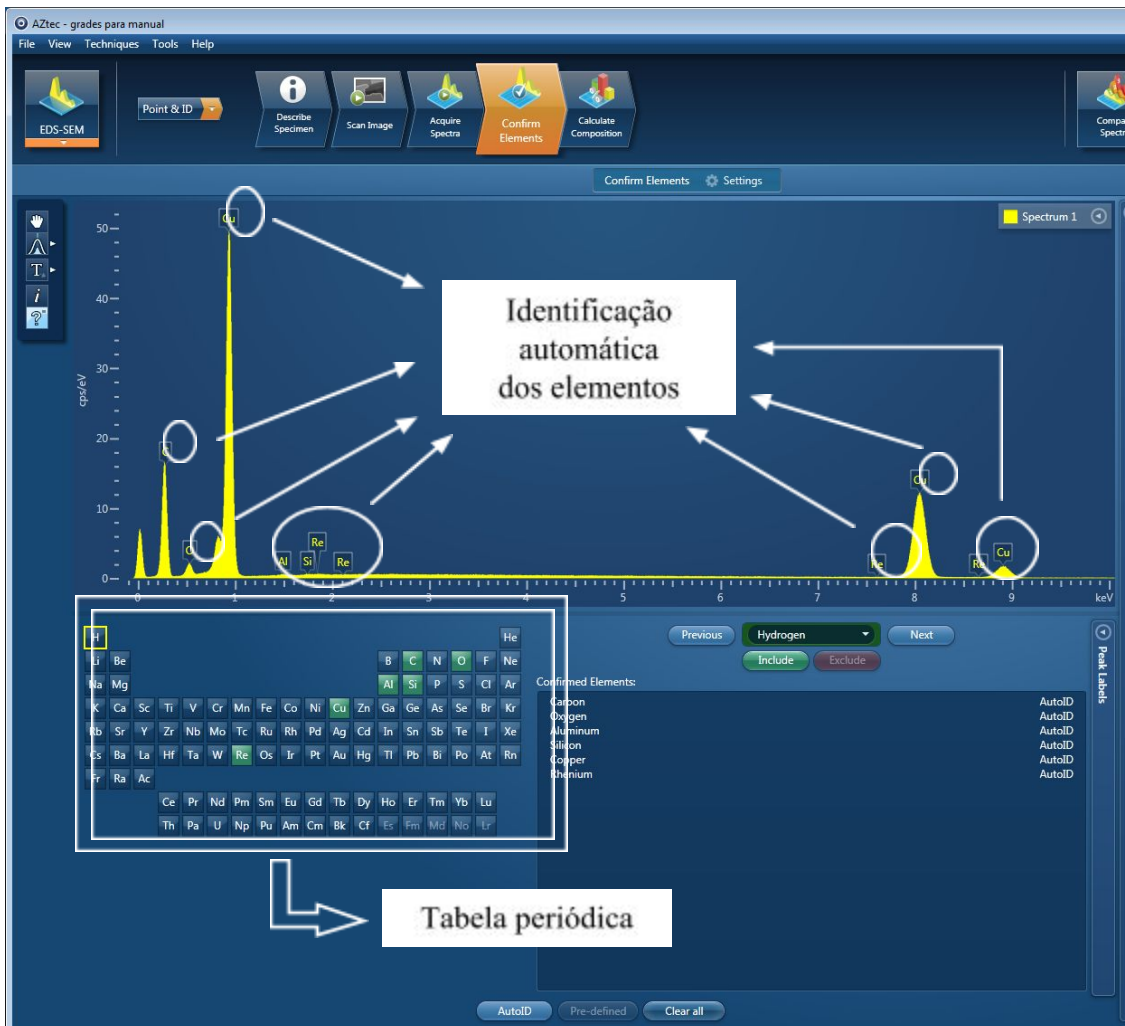

Figura 16. janela de confirmação de elementos na microanálise.
- Figura 16. janela de confirmação de elementos na microanálise.
- ✓ A seguir, vá para aba “Confirm Elements”. Caso seja necessário, você poderá realizar correções na auto identificação ou até mesmo remover aqueles que não estiverem representados significativamente nos picos (Figura 16).